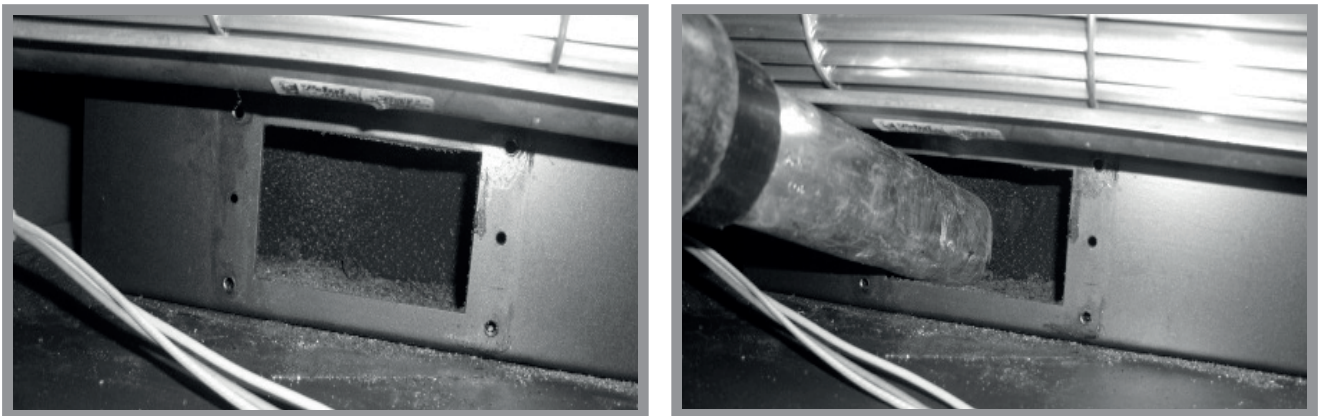

Abb. 13c: Aussaugen der Frontplatte
3. Überprüfen Sie, ob sich Asche hinter der Abdeckplatte befindet und saugen Sie diese sorgfältig aus (siehe Abb. 13c). **Saugen Sie die Asche so auf, dass kein Aschewirbel im Aschekasten entsteht.** Nur wenn in regelmäßigen Abständen (2- 3 Monate) die Öffnung hinter der Abdeckplatte ausgesaugt wird, kann für einen einwandfreien Betrieb garantiert werden